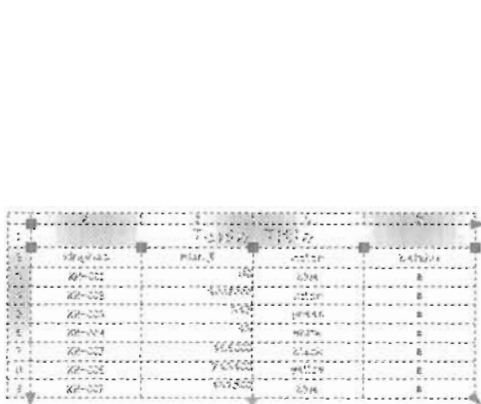

图 9-70
(1) 鼠标左键单击表格的任意边界以选中整个表格，被选中的表格将显示夹点，夹点位于表格的四周以及每列的顶角，如图 9-70 所示。